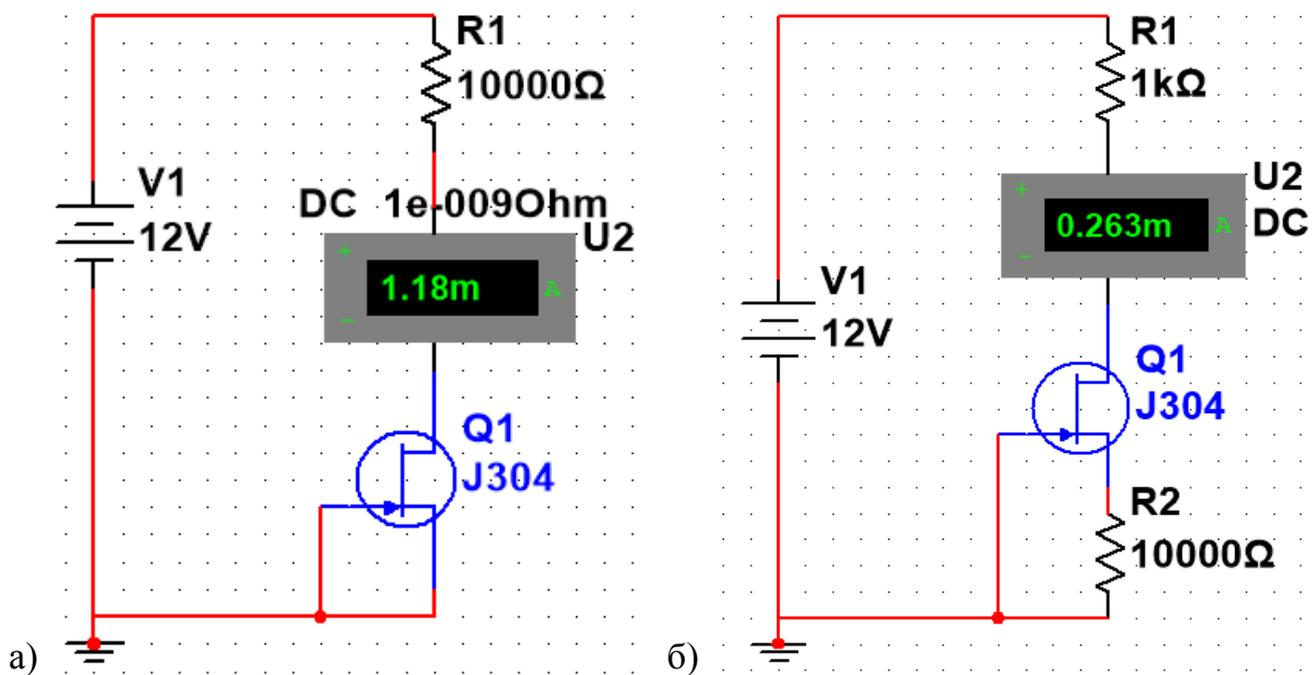
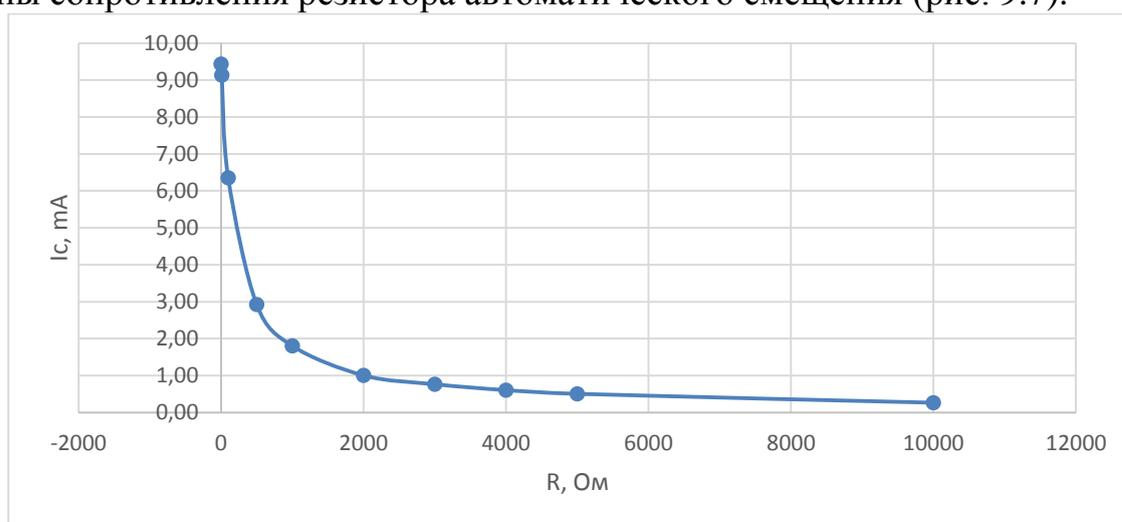

Рис. 9.4. Источники тока на ПТ: а) схема источника тока с короткозамкнутым затвором-истоком; б) схема источника тока с резистором автоматического смещения
Рис. 9.7 График зависимости тока стока от величины сопротивления
Собираем схемы источников тока с короткозамкнутым затвором-истоком и с резистором автоматического смещения (рис. 9.4а,б).
С помощью первой схемы (рис. 9.4а) исследуем следующие зависимости (рис. 9.5-9.6)
С помощью второй схемы (рис. 9.4б) исследовать зависимость тока стока от величины сопротивления резистора автоматического смещения (рис. 9.7).
2.1 Собрать схемы источников тока с короткозамкнутым затвором-истоком и резистором автоматического смещения (рис. 9.4).